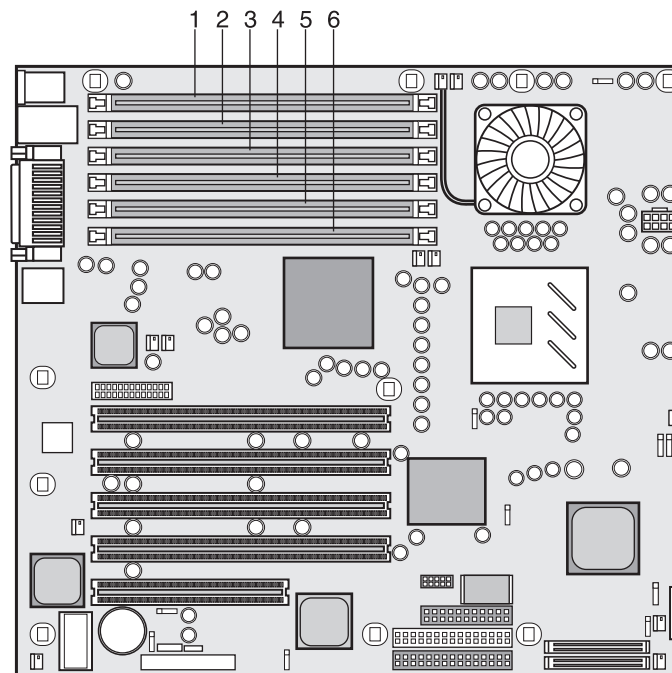

Abbildung 2-11: DIMM-Steckplätze auf der Systemplatine
4. Wählen Sie für das DIMM einen DIMM-Steckplatz aus (siehe Abbildung 2-11).